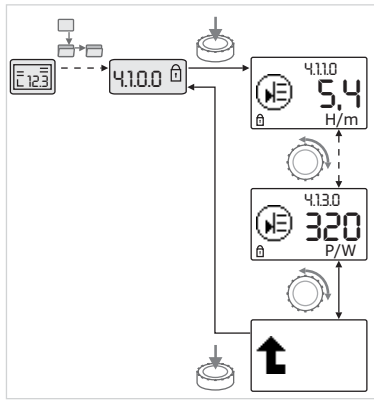

Fig. 44: Richiamo di informazioni
- Ruotando il pulsante bianco selezionare gli elementi di menu del tipo “Informazioni” dell'attuale sottomenu (vedi fig. 44). Per la spiegazione delle impostazioni rappresentate da simboli vedi tabella nel capitolo 8.7 “Riferimento elementi di menu” a pagina 165.